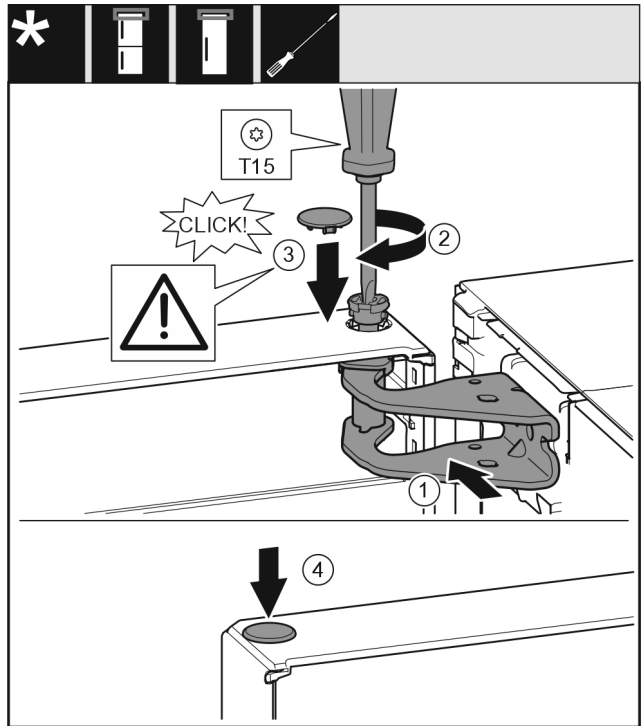

Fig. 57
- ▶ Igazítsa be az ajtót fent a csapágýbak Fig. 57 (1) nyílásához.
- ▶ Helyezze be a csapszeget Fig. 57 (2), és húzza meg csavarhúzóval.
- ▶ Helyezze be a fedelet Fig. 57 (3).
- ▶ Ellenőrizze, hogy a fedél Fig. 57 (3) felfekszik-e az ajtóra.
- ▶ Helyezze be a fedelet Fig. 57 (4).